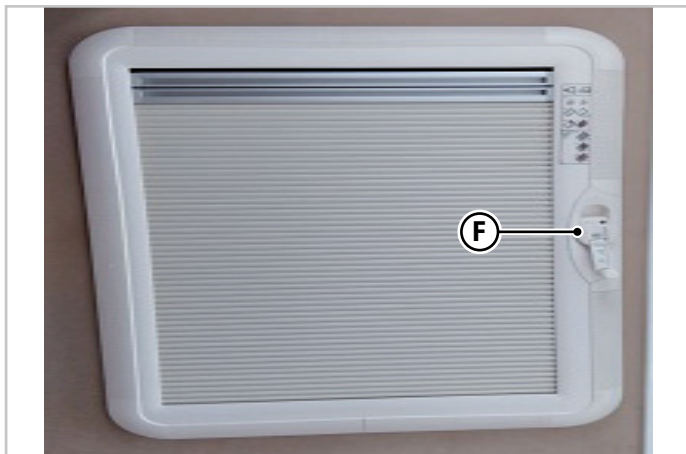

Fig.6.7 - Tippventil - Typ B
Tippventil - Typ B (Fig.6.7)
- Lyft säkerhetshandtaget (**F**-Fig.6.7) och vrid den moturs för att lyfta hyttventilen till önskad position.